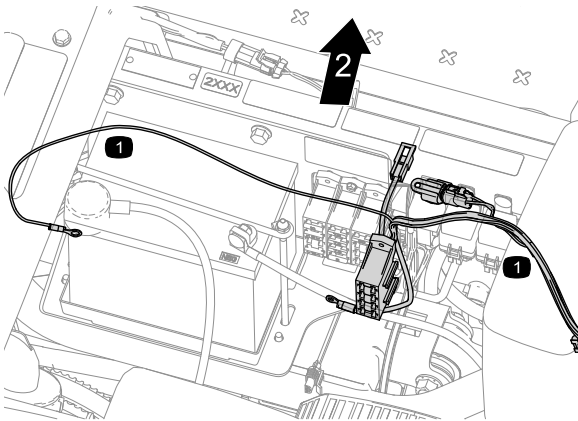

Figura 6
1. Enrute el arnés de cables por debajo del asiento (Figura 6).